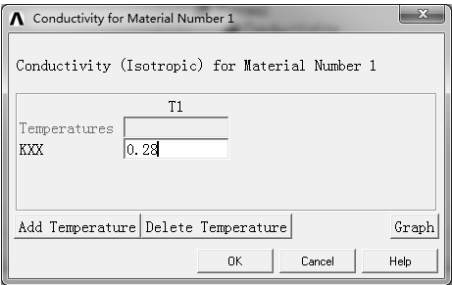

图 8-86 “Conductivity for Material Number 1” 对话框
2) 在右侧列表中选择 “Thermal>Conductivity>Isotropic”，弹出 “Conductivity for Material Number 1” 对话框，在 “KXX” 文本框中输入 0.28，如图 8-86 所示。单击 “OK” 按钮返回。